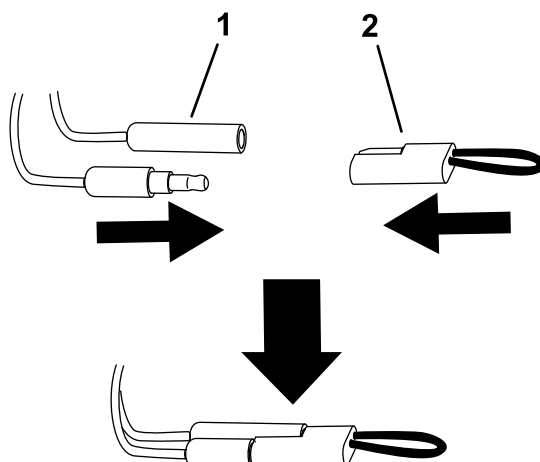

Figura 12
5. Desconecte los conectores de calibración e instale el tapón en los conectores (Figura 12).